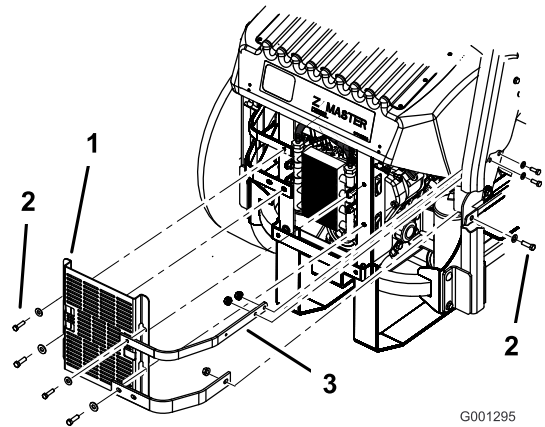

Figura 56
3. Retire los 4 pernos que fijan el protector del enfriador de aceite al bastidor trasero (Figura 56).
4. Retire los 3 pernos que fijan las bridas del motor al lateral de la máquina (Figura 56).
12. Instale el protector del enfriador de aceite y las bridas del motor al bastidor trasero con los 4 pernos que retiró anteriormente (Figura 56).
13. Instale las bridas del motor en el lateral de la máquina (Figura 56).